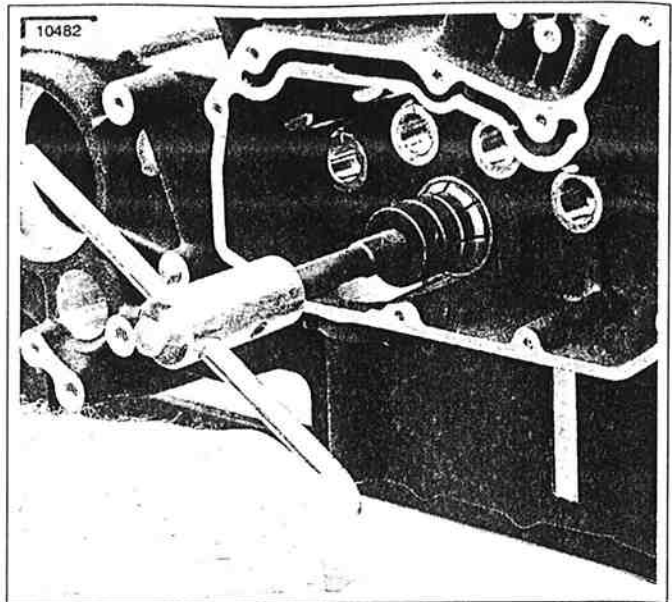

Figura 3-104. Esmerilado del cojinete principal del eje del piñón
1. Vea la Figura 3-104. Obtenga la HERRAMIENTA DE ESMERILADO PARA COJINETE PRINCIPAL DEL CÁRTER (HD-96710-40C). Monte el ESMERILADOR DE RODAMIENTO PRINCIPAL DEL CÁRTER (HD-96718-87) al mango del esmerilador.